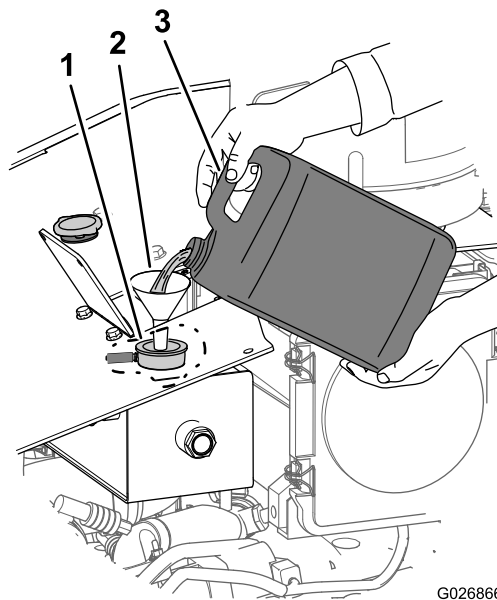

Figura 105
2. Llene el sistema de refrigeración con la mezcla de refrigerante especificada (Figura 105) hasta que el nivel de fluido llegue a la mitad de la mirilla (Figura 98).